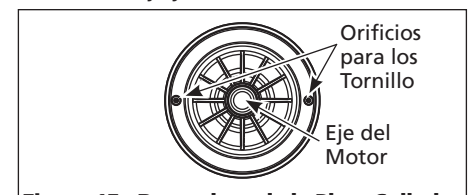

Figura 15 - Reemplazo de la Placa Sellado
2. Deslice con cuidado la placa de sellado sobre el eje de modo que no se mueva el sello de su posición en la placa de sellado. Durante el ensamblado, la placa de sellado debe estar orientada de modo que los dos orificios estén en una línea horizontal a través del eje del motor y que las cuatro (4) clavijas de localización de la parte posterior estén alineadas con las lengüetas del armazón del motor (Figura 15). Esta ubicación se debe hacer para asegurar un drenaje y cebado adecuados.